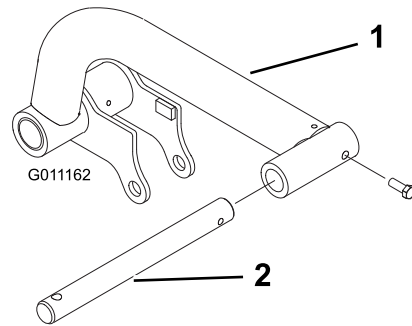

Figura 9
- Inserte una barra de pivote en cada brazo de elevación, y alinee los orificios de montaje (Figura 9).